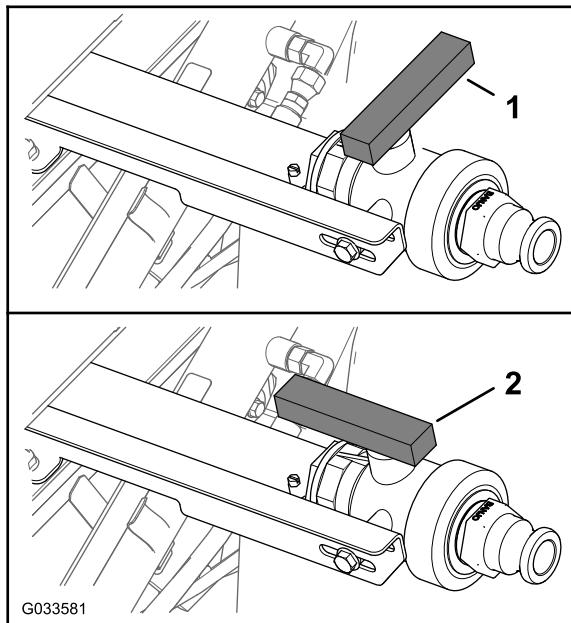

Figura 83
3. Aprite la valvola per scaricare tutto il materiale non utilizzato dal serbatoio (Figura 83).
4. Chiudete la valvola di spurgo (Figura 83).